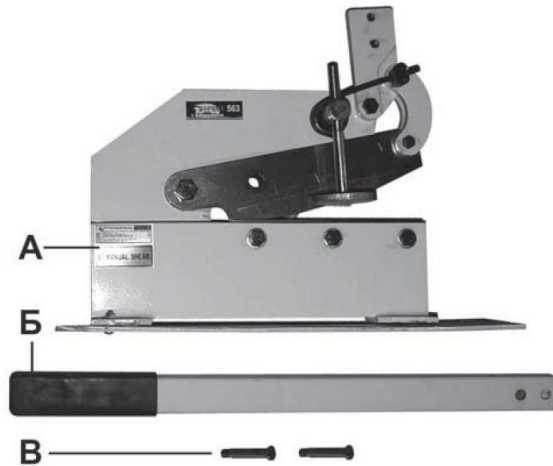
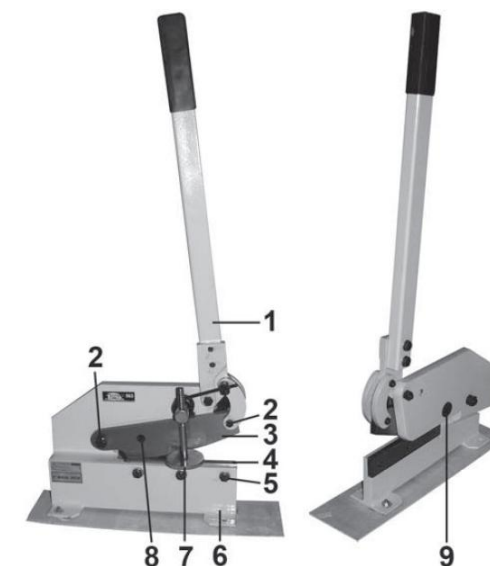

Рис. 1
Рис. 2
3. КОМПЛЕКТНОСТЬ (Рис. 1)
6. УСТРОЙСТВО (Рис. 2)
7. СБОРКА (Рис. 2)
Установите и надежно закрепите с помощью двух винтов (В) (Рис. 1) рычаг (1) (Рис. 2).
Закрепите ножницы на прочной и устойчивой рабочей поверхности верстака с помощью болтовых соединений (не комплектуется) через монтажные отверстия в основании (6) (Рис. 2).
10.1.3. Рабочие ножи (3) и 4 (Рис. 2) должны быть чистыми, слегка смазанными маслом.
10.2. Замена ножей (Рис. 2)